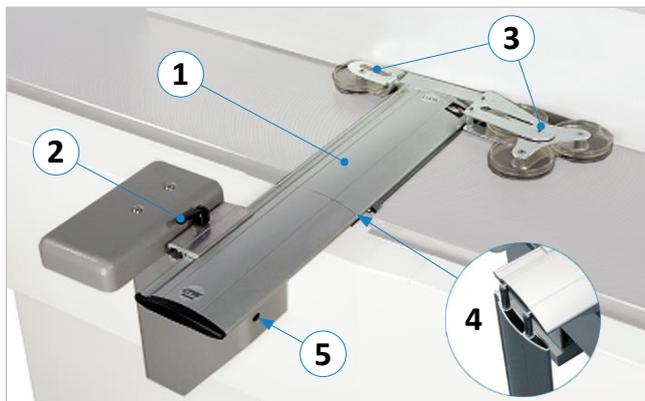

Abbildung 7: Komponenten und Bedienelemente
- Hierzu die Brücke manuell vom Tisch heben und fallen lassen. Wenn sie zu abrupt nach unten fällt oder stoppt bevor sie auf Tischhöhe ist, Ausgleichfedereinstellung mit Schraube (N) anpassen. Der Zugang zur Schraube erfolgt durch die in ⇒ Abbildung 7 gezeigte Öffnung (5).
- Schraube (N) im Uhrzeigersinn drehen → weniger Federschub
Die Rädereinheit (3) am Ende der Aluminium-Brücke (siehe ⇒ Abbildung 7) kann in die vertikale, horizontale und in die 45° Position gedreht werden. In der horizontalen Position ist sie zudem um 180° umklappbar.